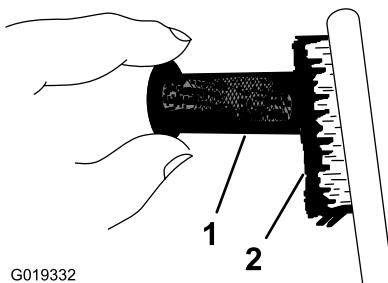

Figure 48
6. Avec une brosse, décalaminez la grille du pare-étincelles avec précaution (Figure 48).